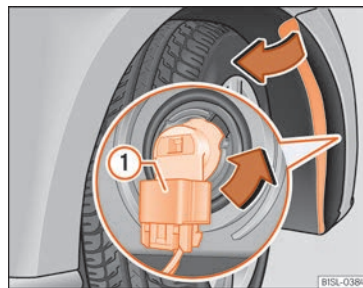

Abb. 51 Glühlampe im Scheinwerfer austauschen.
- Anschlussstecker **»» Abb. 51 (1)** entriegeln und abziehen.
- Lampenhalter **»» Abb. 51** in Pfeilrichtung bis zum Anschlag **entgegen dem Uhrzeigersinn** drehen und mit der Glühlampe nach hinten herausziehen. **»**